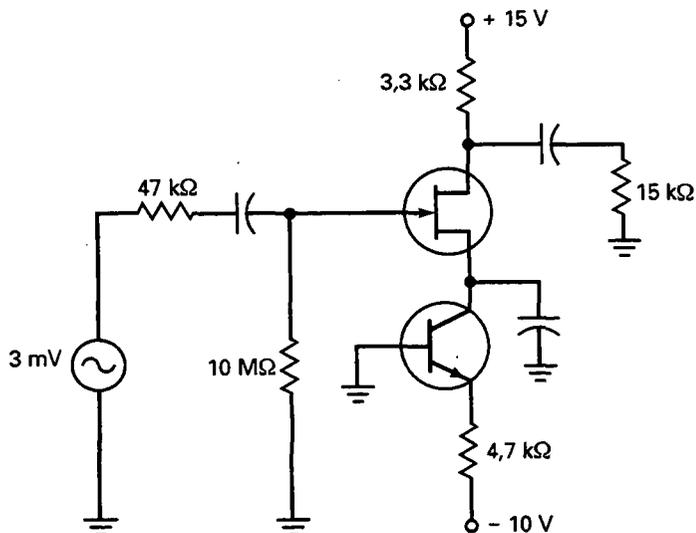

Figura 13-44
- 13-33. ¿Cuál es la tensión continua de drenador en la Figura 13-44? ¿Cuál es la tensión alterna de salida si $g_m = 2.000 \mu S$?